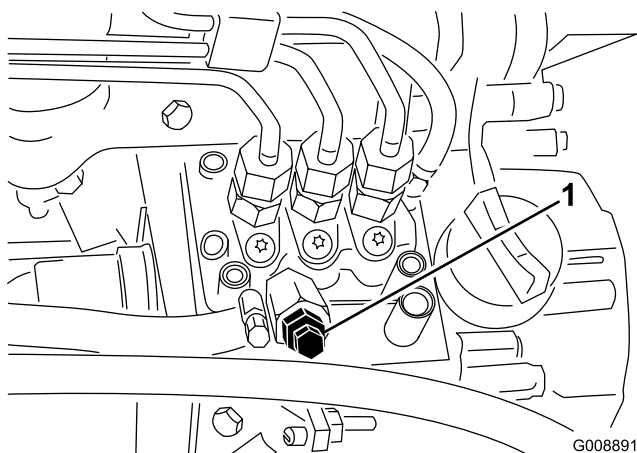

Figura 38
3. Aprite la vite di spurgo dell'aria, situata sulla pompa di iniezione del carburante (Figura 38).